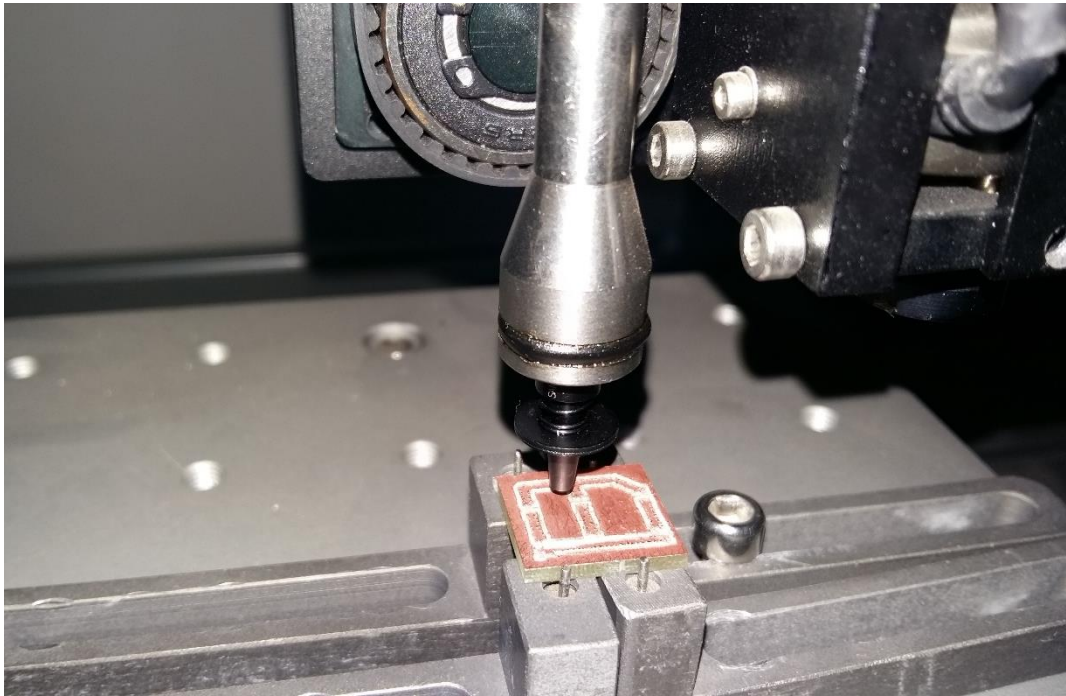

Figura 48. Pick and Place TP220 poniendo los componentes en la PCB.
31. La máquina empezara a realizar el procedimiento sobre la baquela como observa en la figura 48.